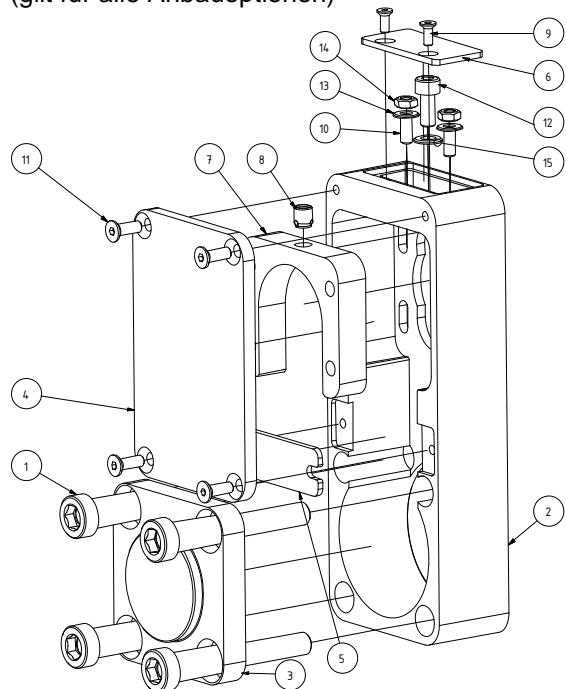
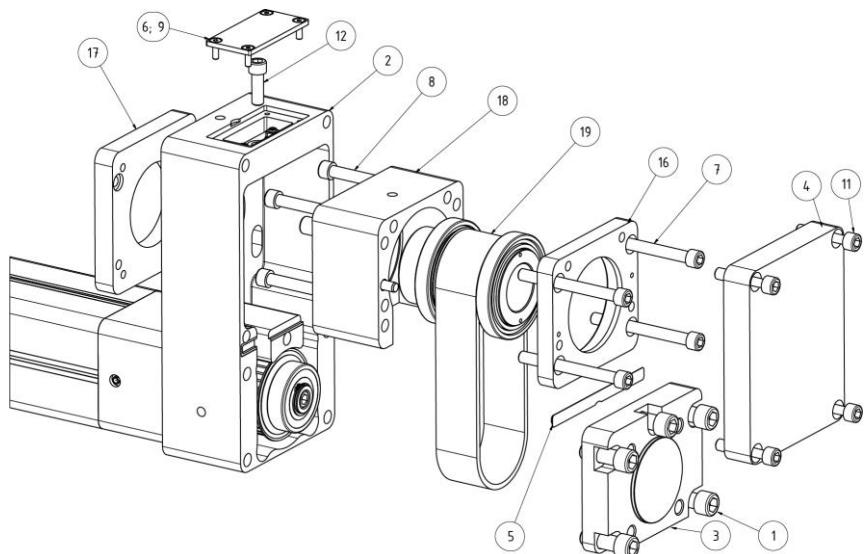

Abbildung 37: Parallelgehäuse (2)
Abbildung 39: Zahnriemen tauschen ETH100&125
Für diese Sichtkontrolle sollte ausschließlich der (obere) Deckel mit den 4 Schrauben (siehe Abbildung 37 & Abbildung 39 Pos.4+11) entfernt werden.
- ◆ 4 Schrauben (siehe Abbildung 37 Pos.1) lösen und herausdrehen.
- ◆ Deckel (siehe Abbildung 37 Pos.3) abnehmen.
- ◆ Steg (siehe Abbildung 37 Pos.5) abnehmen.
- ◆ Das Innere des Parallelgehäuse (siehe Abbildung 37 Pos.2) und die zuvor demontierte Bauteile säubern.
- ◆ Steg (siehe Abbildung 37 Pos.5) einlegen.
- ◆ Deckel (siehe Abbildung 37 Pos.3) auflegen.
- ◆ 4 Schrauben (siehe Abbildung 37 Pos.1) mit Schraubensicherung Typ "Wiko 02K43 mittelfest" versehen und leicht festdrehen.
- ◆ Gehäuse (siehe Abbildung 37 Pos.2) mit dem Elektrozylinder ausrichten.
- ◆ 4 Schrauben (siehe Abbildung 37 Pos.1) mit angegebenem Drehmoment festdrehen.
- ◆ Deckel (siehe Abbildung 37 Pos.6) mit Schrauben (siehe Abbildung 37 Pos.9) montieren.
- ◆ Deckel (siehe Abbildung 37 Pos.4) mit Schrauben (siehe Abbildung 37 Pos.11) montieren.
- ◆ 4 Schrauben (Abbildung 39 Pos.7) herausdrehen. Schrauben und Motorflansch (Abbildung 39 Pos. 17) beiseitelegen.
- ◆ Zentrale Zahnriemenspannschraube (Abbildung 39 Pos.12) lösen. Die Antriebseinheit muss sich beim Lösen der Spannschraube leicht absenken.
Obere montierte Lagereinheit (Abbildung 39 Pos.18) gegen Herabfallen sichern.
- ◆ Spannschraube (siehe Abbildung 39 Pos.12) komplett herausdrehen und beiseitelegen.
- ◆ 5 Schrauben (siehe Abbildung 39 Pos.1) lösen und Deckel (siehe Abbildung 39 Pos.3) abnehmen. Sollte dieser sich nicht leicht lösen lassen, ist der Deckel (siehe Abbildung 39 Pos.3) mit leichten Schwenkbewegungen abzuziehen.
- ◆ Mittelsteg (siehe Abbildung 39 Pos.5) mit Dichtung entnehmen.
- ◆ Obere Lagereinheit (siehe Abbildung 39 Pos.18) inklusive Zahnriemen entnehmen.
- ◆ 4 Schrauben (Abbildung 39 Pos. 8) aus der Lagereinheit herausdrehen und beiseitelegen.
- ◆ Lagerflansch (Abbildung 39 Pos. 16) mittels vorhandenen Abdruckgewinden und zwei Schraube M6x30 (nicht im Lieferumfang enthalten) von der Lagereinheit (siehe Abbildung 39 Pos. 18) abziehen. Die Schrauben hierfür auf Anschlag einschrauben und anschließend abwechselnd beide Schrauben um jeweils 1/2 Umdrehung eindrehen.
- ◆ Die Hohlwelle mit den 2 Lagern (Abbildung 39 Pos. 19) aus dem Lagereinheit (Abbildung 39 Pos.18) entnehmen.
- ◆ Das Innere des Parallelgehäuse (siehe Abbildung 39 Pos.2) und die zuvor demonstrierten Bauteile säubern.
- ◆ Zum Einsetzen der Hohlwelle (Abbildung 39 Pos. 19) mit den zwei Lagern in die Lagereinheit (Abbildung 39 Pos. 18) und die Montage des Lagerflansches (Abbildung 39 Pos. 16) eine Handpresse verwenden und die Teile vorsichtig ineinander pressen.
- ◆ Schrauben (Abbildung 39 Pos.8) in die Lagereinheit eindrehen.
- ◆ Zahnriemenvorspannung mit der Spannschraube (Abbildung 39 Pos.12) einstellen: